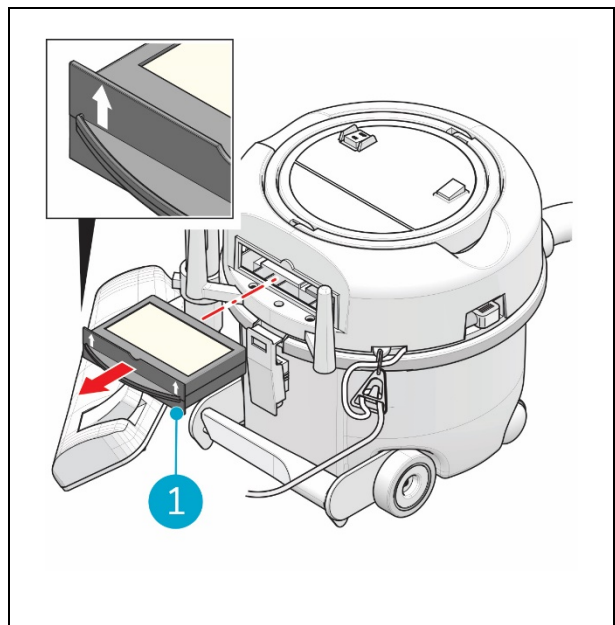

Figura 22
1. Retire o filtro de cassete (figura 22, posição 1) da zona superior do i-vac® 6.